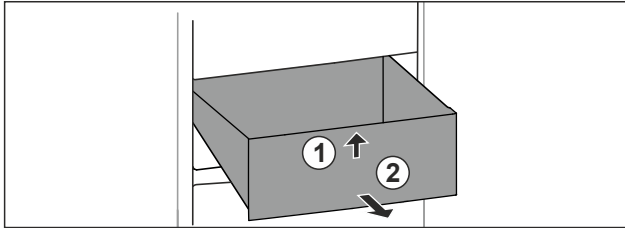

Fig. 64
- ▶ Nadvihnite zásuvku vpred. Fig. 64 (1)
- ▶ Odoberte zásuvku dopredu. Fig. 64 (2)